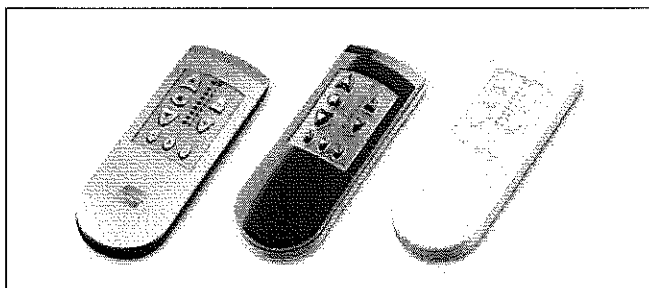

Fig. 2 Télécommande 8 canaux
- Appuyer plusieurs fois sur l'une des touches de sélection de canal (fig. 2) jusqu'à ce que le canal souhaité soit sélectionné. Le canal sélectionné est celui dont le témoin est allumé. Actionner ensuite la touche « Haut » ou « Bas » pour manœuvrer la protection solaire ou l'une des touches de fonction pour déclencher la fonction souhaitée. Lorsqu'on appuie sur une touche, le témoin du canal sélectionné et le témoin d'émission s'allument.